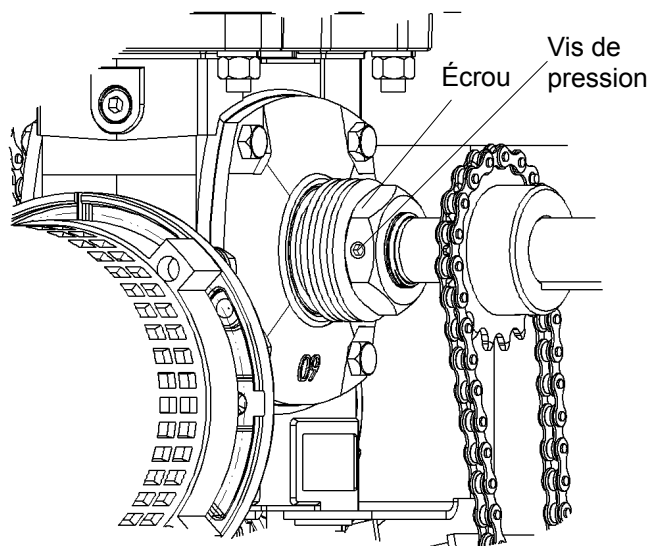

Figure 27 - Ajustement du limiteur de couple
1. Dé-serrer la vis de pression du limiteur de couple, voir Figure 27.